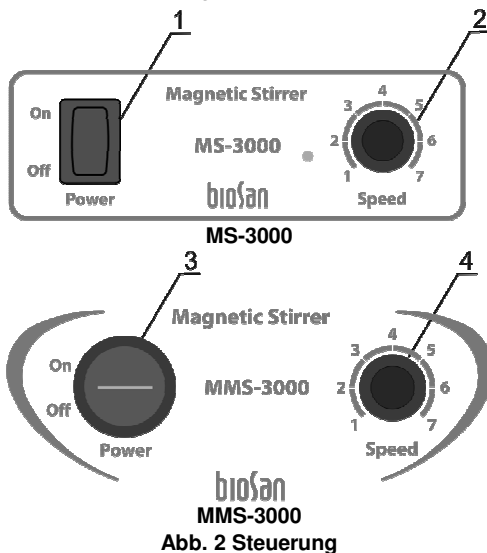

Abb. 2 Steuerung
- 4.3. Drehen Sie den Netzschalter (**Power**) (Abb. 2/1 oder 2/3) auf die Position **I** (ON/Ein).
- 4.4. Stellen Sie mit der Taste **Speed** (Geschwindigkeit) die gewünschte Geschwindigkeit ein (Abb.2/2 oder 2/4). Erhöhen Sie langsam die Geschwindigkeit.